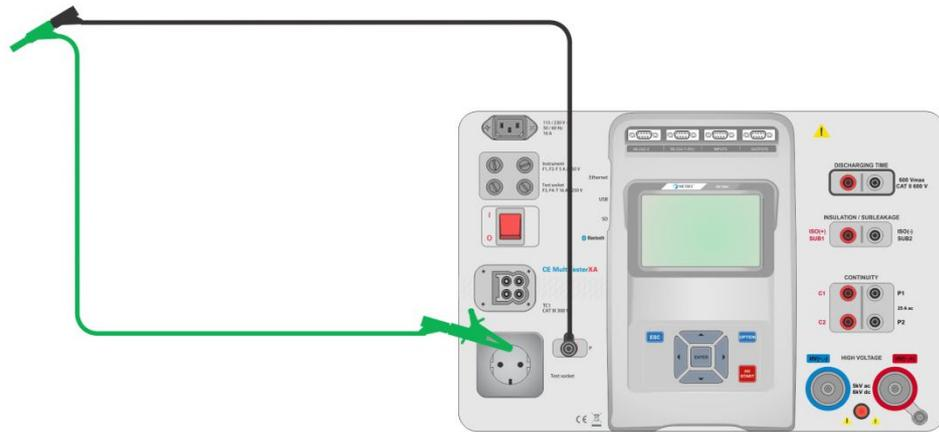

Figura 6.20: Puntali di test cortocircuitati
- ▶ Collegare i puntali allo strumento e cortocircuitare i puntali insieme, vedere *Figura 6.20*.